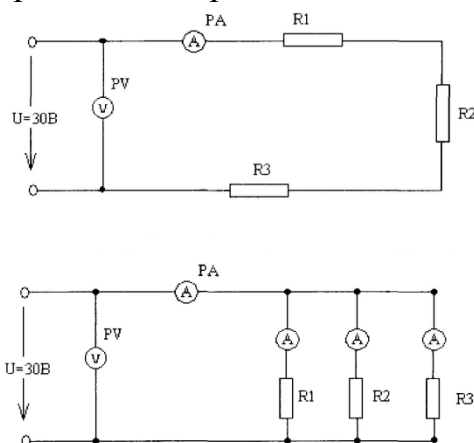

Рисунок 3 – Последовательное и параллельное соединение элементов
2. Собрать электрическую схему цепи рисунок 3 (последовательное соединение).
7. Собрать электрическую схему цепи рисунок 3 (параллельное соединение). Выполнить пункты 3-6. Результаты записать в таблицу.